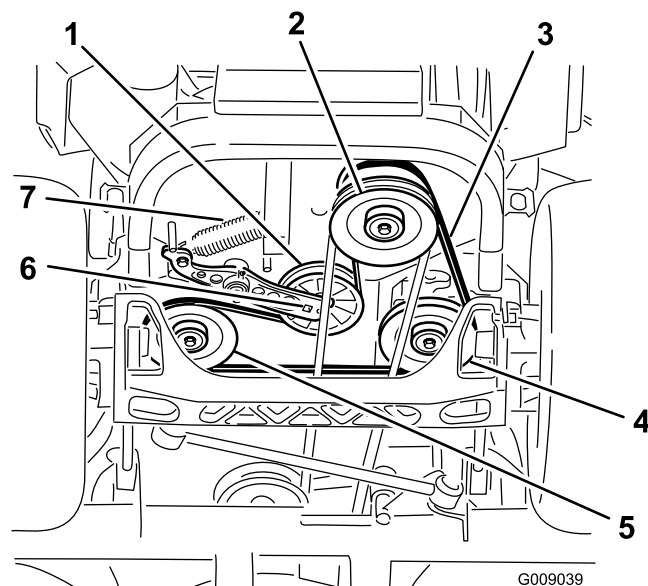

Figura 76
4. Sollevate la macchina e sostenetela su cavalletti (Figura 76).
5. Utilizzate un cricchetto nel foro quadrato del braccio di rinvio per rimuovere la molla del tenditore (Figura 76).
6. Sganciate la molla del tenditore dal telaio (Figura 76).
9. Utilizzate un cricchetto nel foro quadrato del braccio di rinvio per installare la molla del tenditore sul telaio (Figura 76).